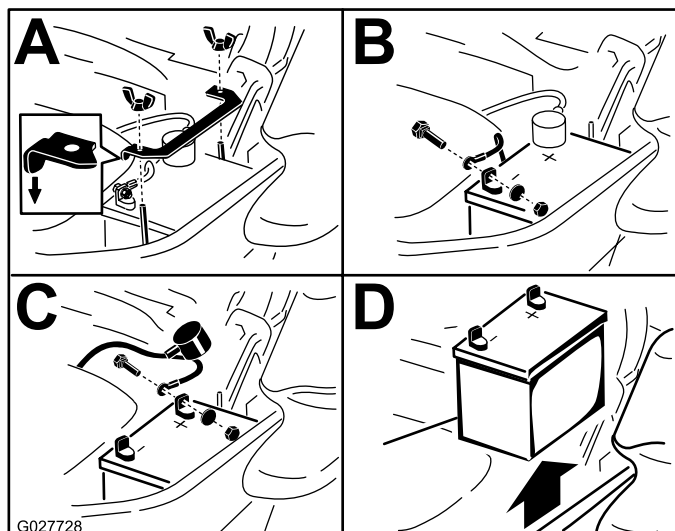

Figure 56
3. Commencez par débrancher le câble négatif (noir) de la borne négative (-) (noire) de la batterie (Figure 56).
4. Enlevez le capuchon rouge de la borne positive (rouge) de la batterie et débranchez le câble positif (+)(rouge) (Figure 56).
5. Retirez l'écrou à oreilles qui fixe la barrette de maintien de la batterie (Figure 56).
6. Déposez la barrette de maintien (Figure 56).
- Placez la batterie dans son support en tournant les bornes à l'opposé du réservoir hydraulique (Figure 56).
- Fixez les câbles avec 2 boulons, 2 rondelles et 2 contre-écrous (Figure 56).
- Reposez la barrette de maintien et fixez-la avec l'écrou à oreilles (Figure 56).